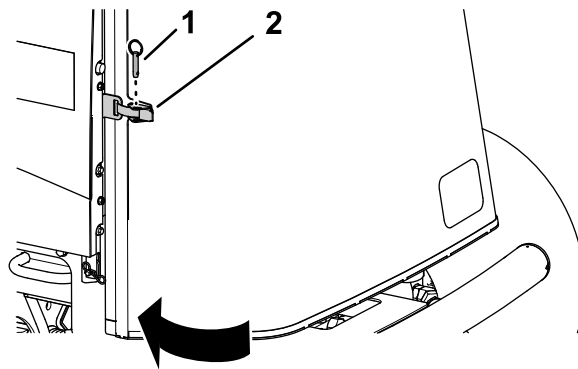

Figure 104
1. Fermez et verrouillez la protection (Figure 104).